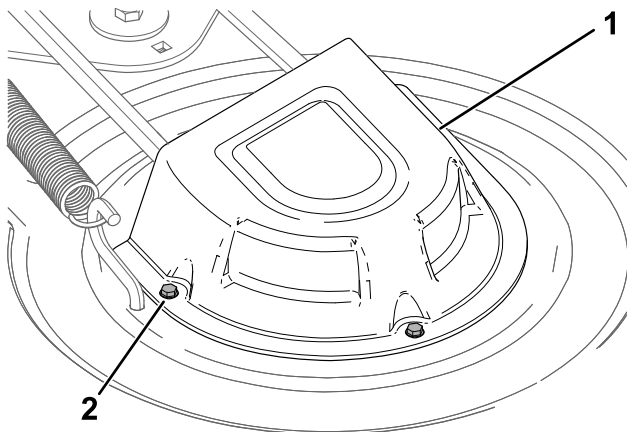

Bild 56
4. Lösen Sie die Schrauben und entfernen Sie die Abdeckungen der Riemenscheibe (Bild 56).